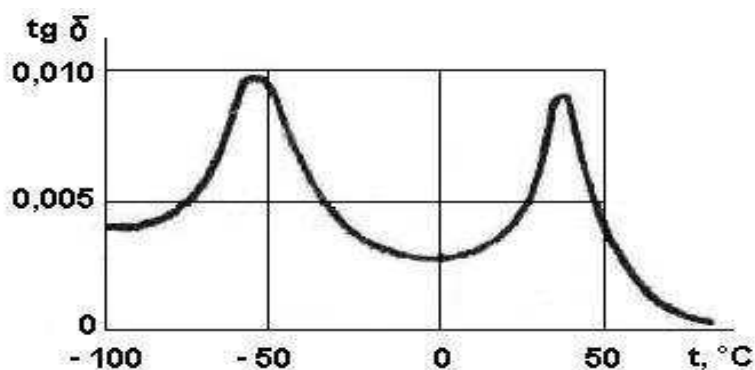

Рис.3. Зависимость от температуры $\operatorname{tg} \delta$ бумаги, пропитанной масло-канифольным раствором
29. Как изменяется $\operatorname{tg} \delta$ неполярной и полярной жидкостей при изменениях температуры и частоты? Дайте объяснение наличия двух максимумов в графике зависимости $\operatorname{tg} \delta$ от температуры для кабельной бумаги, пропитанной масло-канифольным компаундом (рис. 3).